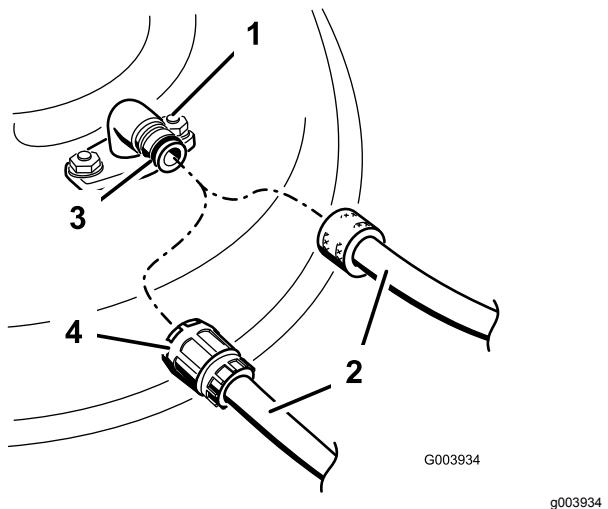

Figure 62
3. Branchez le raccord du tuyau d'arrosage à l'embout de lavage de la tondeuse et ouvrez l'eau en grand (Figure 62).